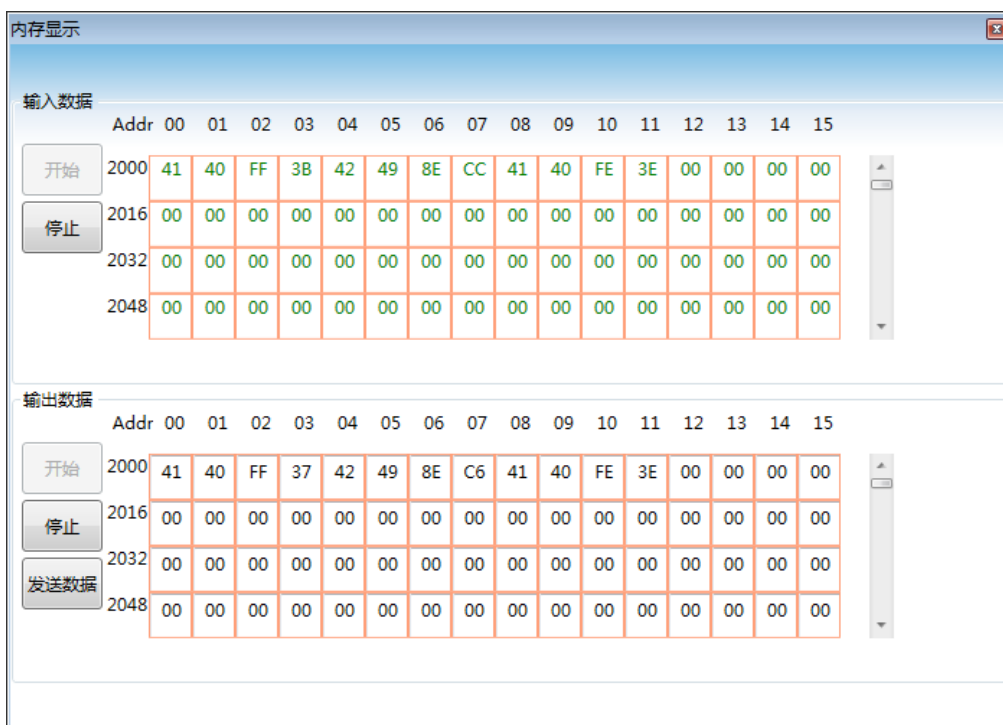

图 4.10 内存显示界面
- (2) 用串口线(或 485/422 转串口线)连接网关的 RS232 (或 RS485/RS422) 接口和电脑的串口，最后给网关上电，此时网关运行于调试模式。
- (3) 启动配置软件，G1003 上线后，点击工具栏上的内存显示图标，打开内存显示界面，如图 4.10 所示：
如图 4.10 所示，输入输出数据都以表格的形式显示了每一个内存单元当前的值。当要修改输出数据时，先点击按钮“停止”，再修改相应数据，最后点击按钮“发送数据”即可。